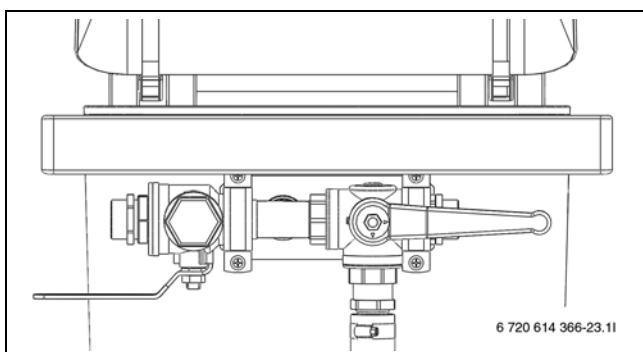

Bild 20 Befüllstation in Befüllposition
- Ventile der Befüllstation auf die Befüllposition stellen und Kreis mit Sole befüllen (→ Bild 20).